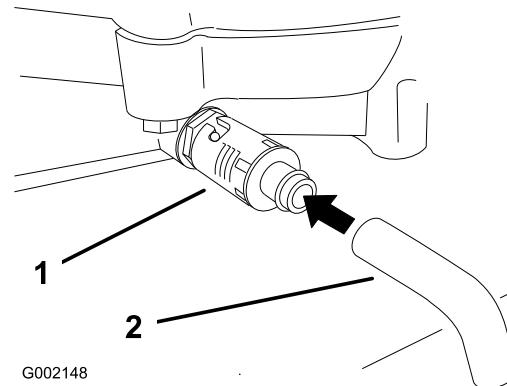

Bild 31
4. Stellen Sie eine Auffangwanne unter den Ablass. Drehen Sie das Ölablassventil und lassen Sie das Öl ablaufen (Bild 31).